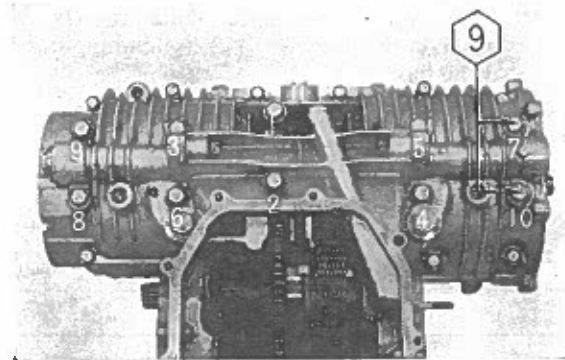

Fig.3-101 Bulloni da 8 mm.
Tagliare un pezzo di filo plastigage della stessa lunghezza del perno che va misurato. Collocare il pezzo di filo sul cuscinetto parallelamente all'albero motore, montare l'albero e serrare i carter nel modo indicato in fig. 3-101.
2. Piazzare il motore in posizione rovesciata, tenendo bene uniti i due carter ed installare i dieci bulloni da 8 mm. Serrare i bulloni da 8 mm. nell'ordine indicato in fig. 3-101, fino a una coppia di 2,3-2,5kgm. Quindi serrare i tredici bulloni da 6 mm. (fig. 3-102).